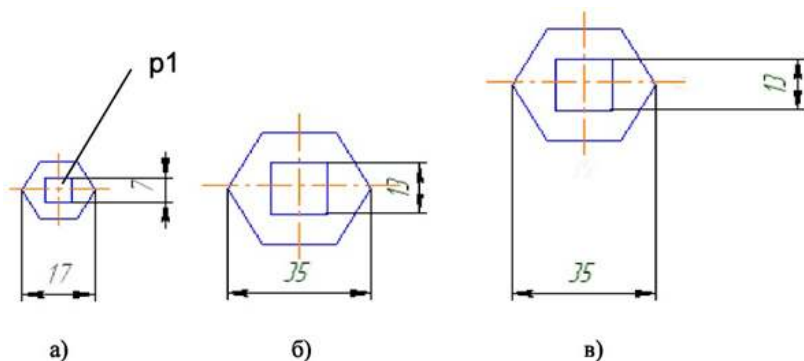

Рис. 4.7. - Примеры масштабирования объектов
размеров в **Панели свойств** имеются переключатели:  - **Не масштабировать** и  - **Масштабировать**. Работа переключателей проиллюстрирована на рис. 4.7а, б, в. На рис. 4.7а показано исходное изображение фрагмента, на рис. 4.7 б - масштабирование при включенном переключателе  и на рис. 4.7 в - масштабирование при включенном переключателе .
3) после задания в Панели свойств масштабного коэффициента, необходимо указать точку, относительно которой будет происходить масштабирование. Такая точка на рис. 4.7 а обозначена - точка **p1**;